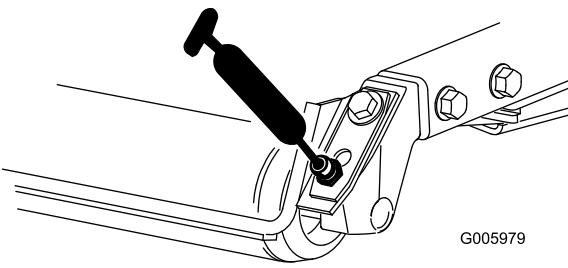

Figura 38
- Cojinete de rodillo trasero (2 por carcasa del cortacésped) tal y como se muestra en la Figura 38